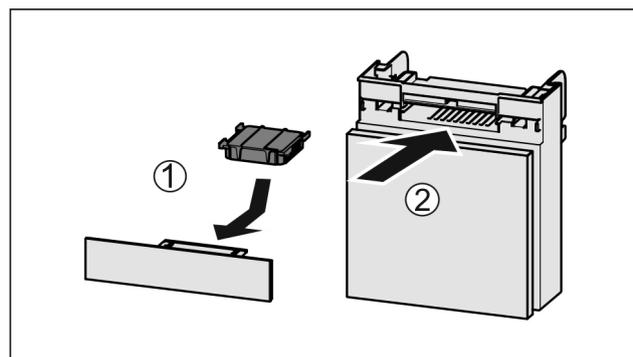

Fig. 40
- Insérer le filtre à charbon actif d'après le schéma Fig. 40 (1).
- Insérer le compartiment Fig. 40 (2).